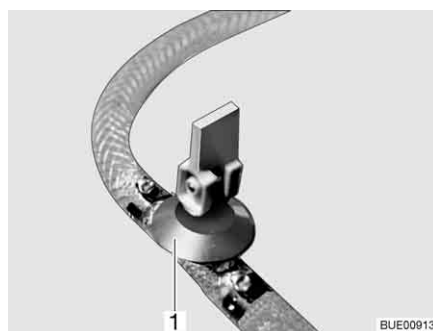
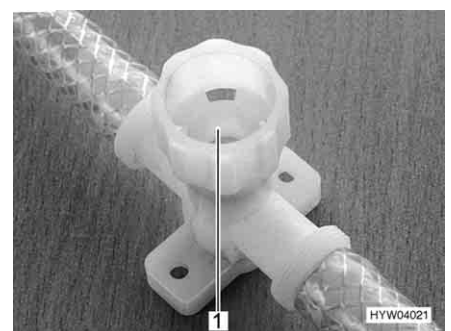

Bild 145 Ablasshahn (mit Kipphebel)
Bild 146 Ablasshahn (mit Drehkappe)
- Alle Ablasshähne öffnen. Dazu den Kipphebel des Ablasshahns (Bild 145,1) senkrecht stellen oder die Kappe des Ablasshahns (Bild 146,1) entgegen dem Uhrzeigersinn drehen.